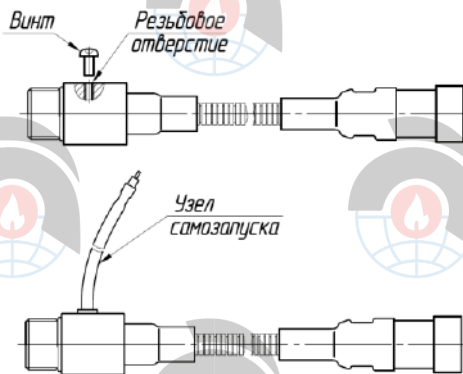

Рис. 3 – Установка узла самозапуска.
4.4 Установку узла самозапуска (при необходимости) проводить до установки устройства пуска в генератор (рис.3). С помощью отвертки с крестообразным шлицем
выкрутить заглушку (винт) из корпуса устройства пуска. В освободившееся резьбовое отверстие ввернуть узел самозапуска и затянуть гаечным ключом ($S=6$) (рис.3).